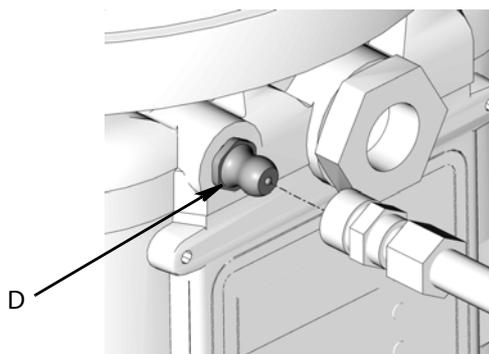

Рис.13
- Перед заполнением резервуара всегда прочищайте впускной фитинг (D) (Рис.13) чистой сухой тканью. Грязь и/или мусор могут повредить насос и/или смазочную систему.